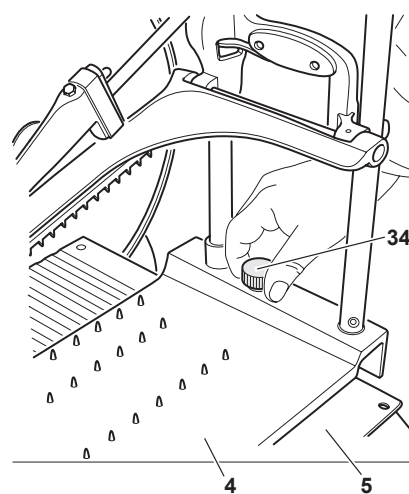

Figure 15-4
3. Serrez le bouton (34) sur le support de produit (4) pour bien fixer le support de produit et le poussoir (3) sur le chariot (5) (Figure 15-4).